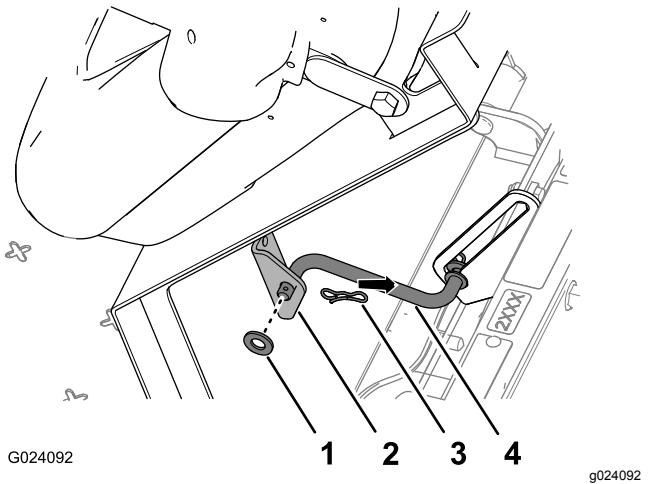

Figura 4
2. Rimuovete la coppia che fissa l'asta di sostegno alla staffa nella parte inferiore della piastra del sedile (Figura 4).